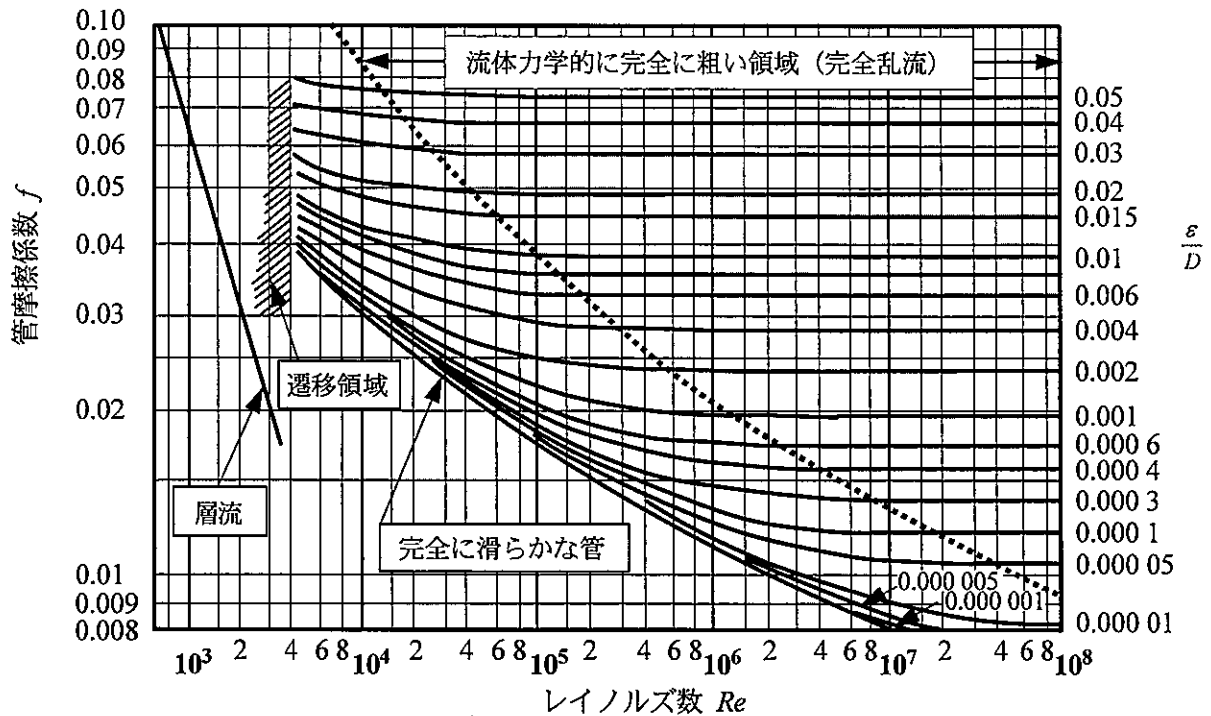

図 1 ムーディ線図
3) 管摩擦係数  $f$  に与えるレイノルズ数  $Re$  と管壁の粗さの影響を示すグラフとして、図 1 に示すムーディ線図が作成されている。ムーディ線図では、円管の管壁の粗さについては、平均の管壁粗さ（等価粗さ）を  $\varepsilon$  とし、円管内径  $D$  に対する  $\varepsilon$  の比  $(\frac{\varepsilon}{D})$  をパラメータとしている。
i) 図 1 のムーディ線図の横軸のレイノルズ数  $Re$  は、代表長さを円管内径、流体の代表速度を管内平均速度として定義されており、 $Re = \boxed{A} \boxed{a.b \times 10^c}$  と求められる。さらに、パラメータとなる  $\frac{\varepsilon}{D}$  の値を計算すると 0.01 となるので、図 1 から管摩擦係数  $f$  の値を読み取ると、